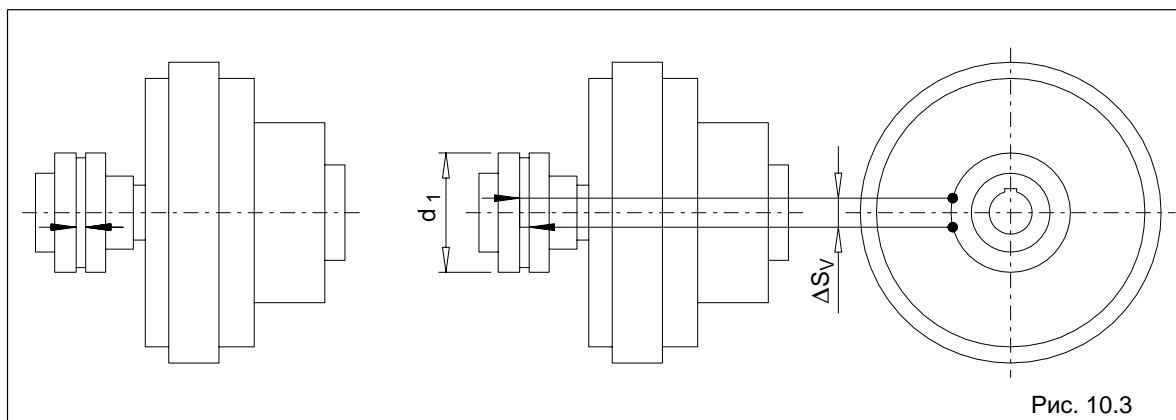

Рис. 10.3
Если для эксплуатации муфты повышенный зазор муфты не будет являться недостатком, то гибкие пакеты (12) могут оставаться в эксплуатации до тех пор, пока не будет достигнут определенный предел износа для их замены. Для оценки износа, в таблице 10.3 приводится разрешенный люфт кручения, перерасчитанный на размер хорды ΔS_V у внешнего диаметра муфты. Для определения размера ΔS_V нужно повернуть муфтовую часть без момента вращения вплоть до упора и нанести с двух сторон метку (смотри рис. 10.3). Путем поворачивания муфтовой части в противоположную сторону вплоть до упора метки расходятся. Расстояние между метками является хордовым размером ΔS_V . Если размер ΔS_V превышает приведенное в таблице 10.3 значение, то нужно заменить пакет (12).